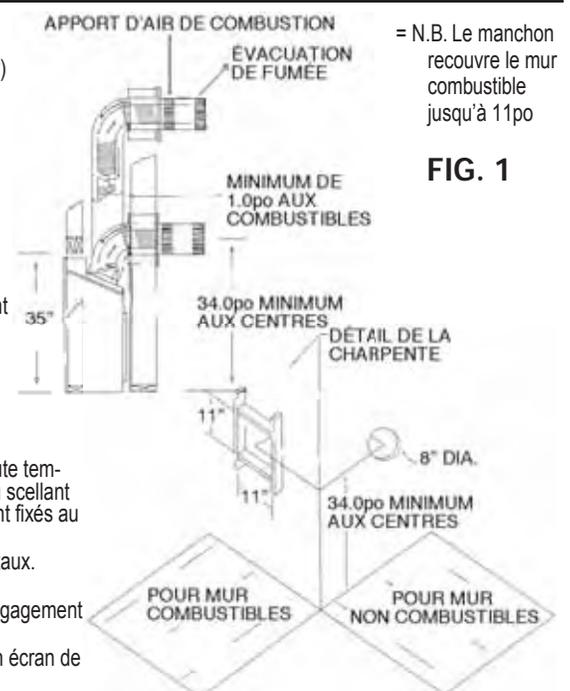

FIG. 1
Placez les ressorts d'espacement environ tout les 2pi pour stabiliser le conduit flexible de 4po à l'intérieur du conduit flexible de 7po. Pour les courbes, placez les ressorts dans la courbe ou avant et après. (voir fig.1)
Étirez les tuyaux de 4po et 7po pour que le tuyau de 7po dépasse du mur extérieur d'environ 2po ou 3po et le tuyau de 4po sorte de celui de 7po d'environ 2po à 3po. (voir fig.1) Attachez le tuyau de 4po à l'évent de sortie en premier et fixez-le à l'aide de scellant et de vis puis attachez le conduit flexible à l'évent et fixez le à l'aide calfeutrage et de vis. L'évent peut ensuite être repoussé vers le mur extérieur et attaché à la maison en le vissant à la charpente. Mettez de la silicone autour de l'évent de sortie pour le rendre étanche. Si vous allez utiliser un écran de revêtement, fixez le en utilisant les mêmes trous que pour le dessus de l'évent, après que celui-ci ait été étanchéifié avec du calfeutrant.
1. La distance minimale du plancher du foyer au centre du conduit d'évacuation est de 34po (85cm) (voir figure 1).
5. Pour installer le manchon centrez-le à l'intérieur de l'ouverture de 11po par 11po de la charpente et fixez-le. (voir figure 1)
La longueur maximale de conduit horizontal avec un coude à 90 degré au carneau (sortie de fumée) de l'appareil est de 4pi/122cm (figure 1). La longueur maximale est de 20p/6,1m lorsque la longueur verticale est de 7pi/2,1m (figure 2) N.B. : Pour chaque 12po de conduit horizontal il doit y avoir 1/4po de conduit vertical.
1. Un écran d'isolation pour grenier doit être installé lorsque le conduit d'évacuation passe d'un espace habitable plus bas à un grenier où la cheminée n'est pas recouverte. Cet écran est conçu pour empêcher l'isolation de toucher à la cheminée. Voir fig.1